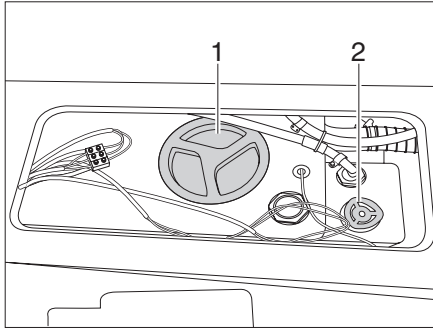
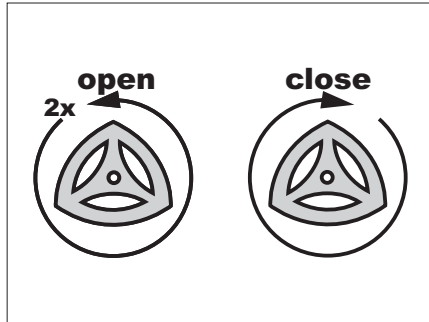

Bild 94 Wassertank
Bild 97 Wassertank füllen - ablassen
- Am Wassertank befinden sich 2 Verschlussdeckel (Bild 94,1).
- ▶ Stellrad (Bild 94,2) im Uhrzeigersinn bis zum Anschlag drehen. Die Ablassöffnung im Wassertank ist geschlossen.
- ▶ Verschlussdeckel (Bild 94,1) abschrauben.
- ▶ Stellrad (Bild 94,2) 2 Umdrehungen gegen den Uhrzeigersinn drehen (siehe auch Bild 97). Die Ablassöffnung im Wassertank wird geöffnet und das Wasser wird abgelassen.
- ▶ Verschlussdeckel (Bild 94,1) wieder auf den Wassertank schrauben.
- ▶ Stellrad (Bild 94,2) eine  $\frac{3}{4}$ -Umdrehung gegen den Uhrzeigersinn drehen.
- ▶ Stellrad (Bild 94,2) 2 Umdrehungen gegen den Uhrzeigersinn drehen.